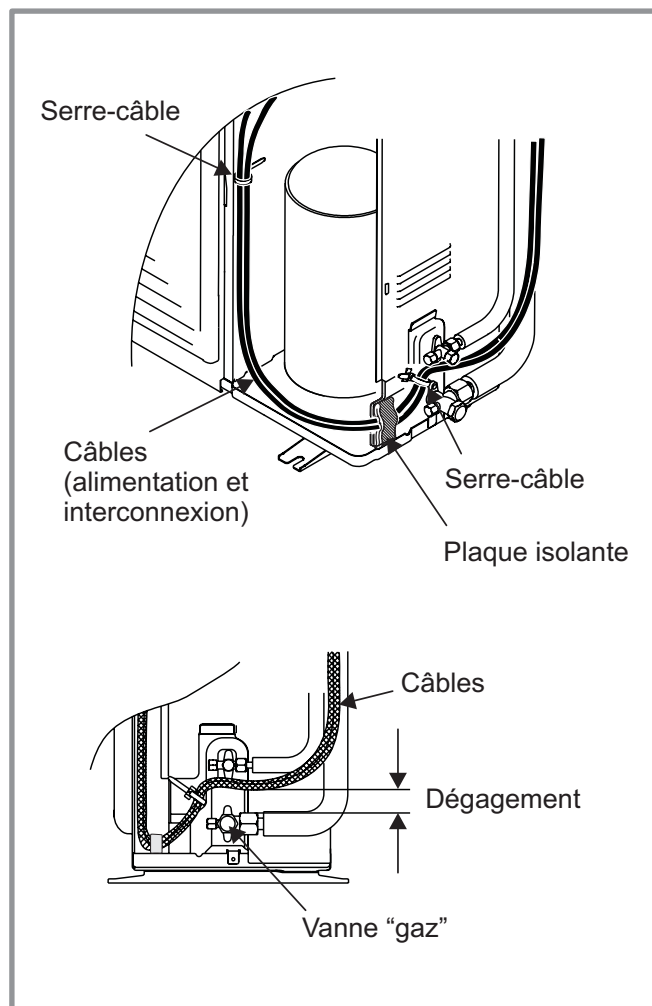

figure 35 - Finalisation de la connexion de l'unité extérieure
- Combler l'espace à l'entrée des câbles dans l'unité extérieure avec la plaque isolante (figure 35).